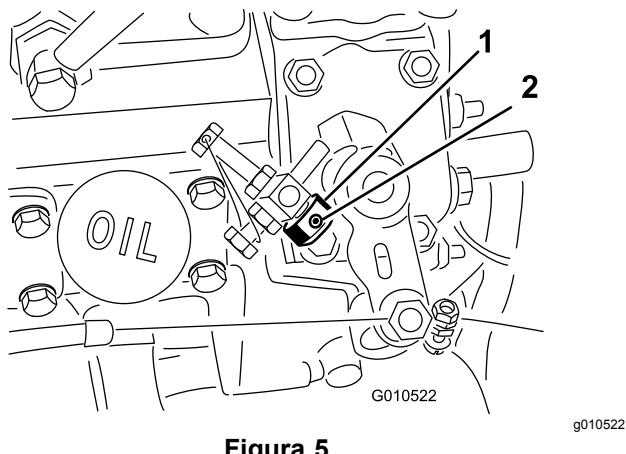

Figura 5
1. Desaperte o parafuso no travão do regulador (Figura 5).
2. Deslize o travão do regulador para o parafuso de travão de ralenti elevado (Figura 5). A extremidade angulada do travão do regulador deve ser posicionada virada para fora.